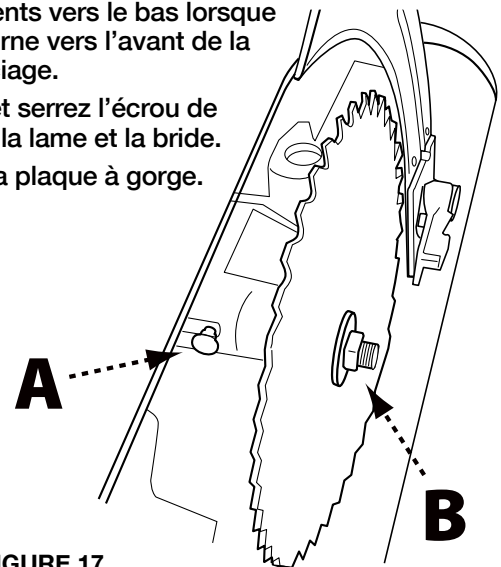

FIGURE 17
2. Appuyez et maintenez enfoncé le bouton de verrouillage de l'arbre (A) montré à la Figure 17.
3. Utilisez la clé d'arbre incluse pour enlever l'écrou de fixation et la bride de la lame (B). Enlevez l'ancienne lame.